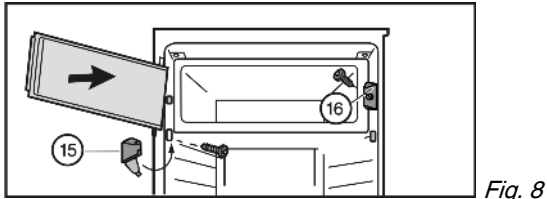

Fig. 8
- ▶ Монтирайте затварящия елемент Fig. 8 (16).
- ▶ Монтирайте лагерната стойка Fig. 8 (15) и затворете напак.